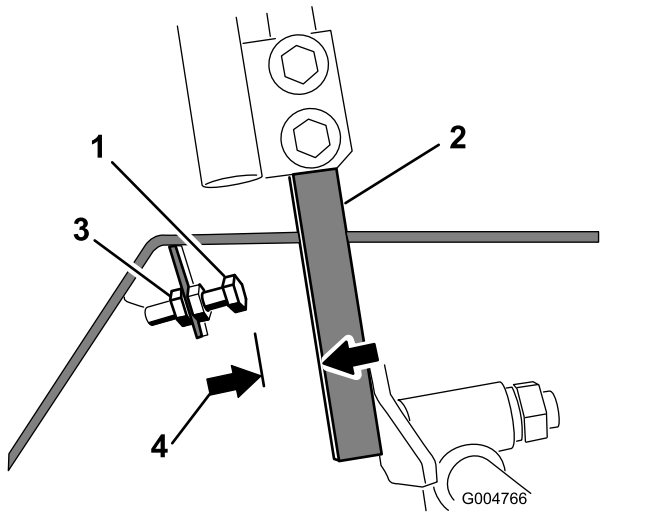

Figure 55
4. Desserrez l'écrou de blocage sur le boulon d'arrêt de l'un des leviers de commande (Figure 55).